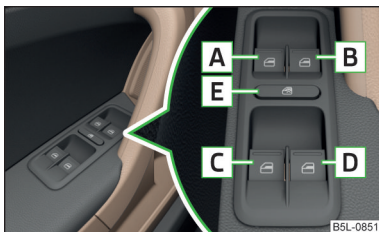

Fig. 38
Touches des lève-vitres » fig. 38.
- Une fois la portière du conducteur ou du passager ouverte, l'utilisation confortable de la vitre est possible uniquement à l'aide du bouton **A** » fig. 38, en appuyant ou en tirant sur ce dernier pendant 2 s.
- **ou** : Coupez le contact, ouvrez la porte du conducteur et maintenez le bouton  en position ouverte jusqu'à la butée » fig. 38 à la page 55.
- **ou** : Coupez le contact, ouvrez la porte du conducteur et maintenez le bouton  en position fermée jusqu'à la butée » fig. 38 à la page 55.